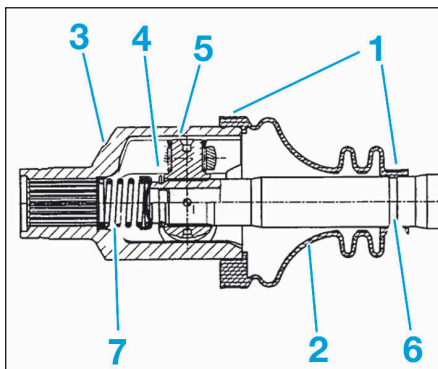

FIG.7
• Couper les colliers (1), le soufflet (2) sur toute sa longueur et enlever le maximum de graisse (Fig.7).
- Répartir la dose de graisse neuve le boîtier tripode (3) (Fig.7).